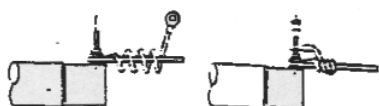

Fig. 3
- 3 Per fissare l'isolatore fate scorrere l'elemento filo per circa 55 cm poi legate come illustrato in fig. 3, boccate con il filo di giunzione.